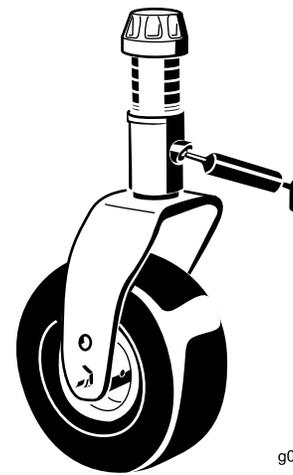

Figura 42
- Boccola (1) dell'asse della forcella della ruota orientabile (Figura 42)
- Boccole del perno del braccio di rinvio (1) (sitate sotto il braccio di rinvio)